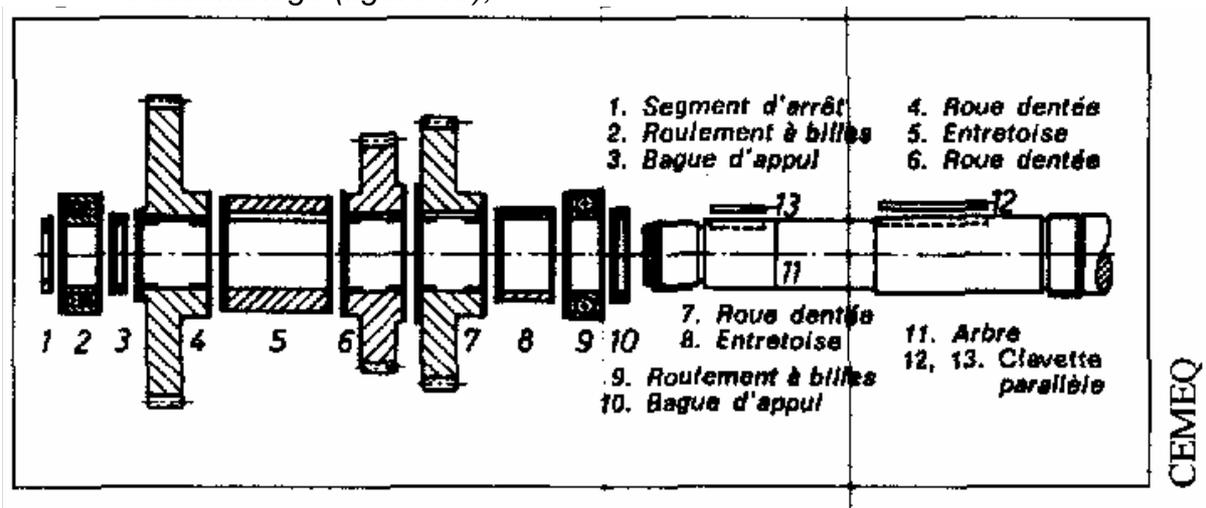

Figure 48 – Arbre d'assemblage
- contrôler la dimension des pièces et placer l'arbre dans l'ordre d'assemblage (figure 48);